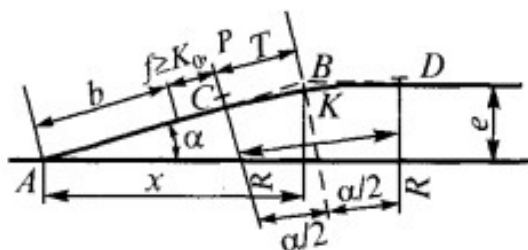

Рисунок 3.1 - Схема одиночного соединения двух путей с искривлением одного из них
**Задача 3.** Рассчитать одиночное конечное соединение прямо-отправочных путей в нормальных условиях с искривлением одного пути (рисунок 3.1). Расстояние между осями путей  $e = 5,30$  м, марка стрелочного перевода 1/11, радиус сопрягающей кривой  $R = 300$  м. Тип рельсов Р65.